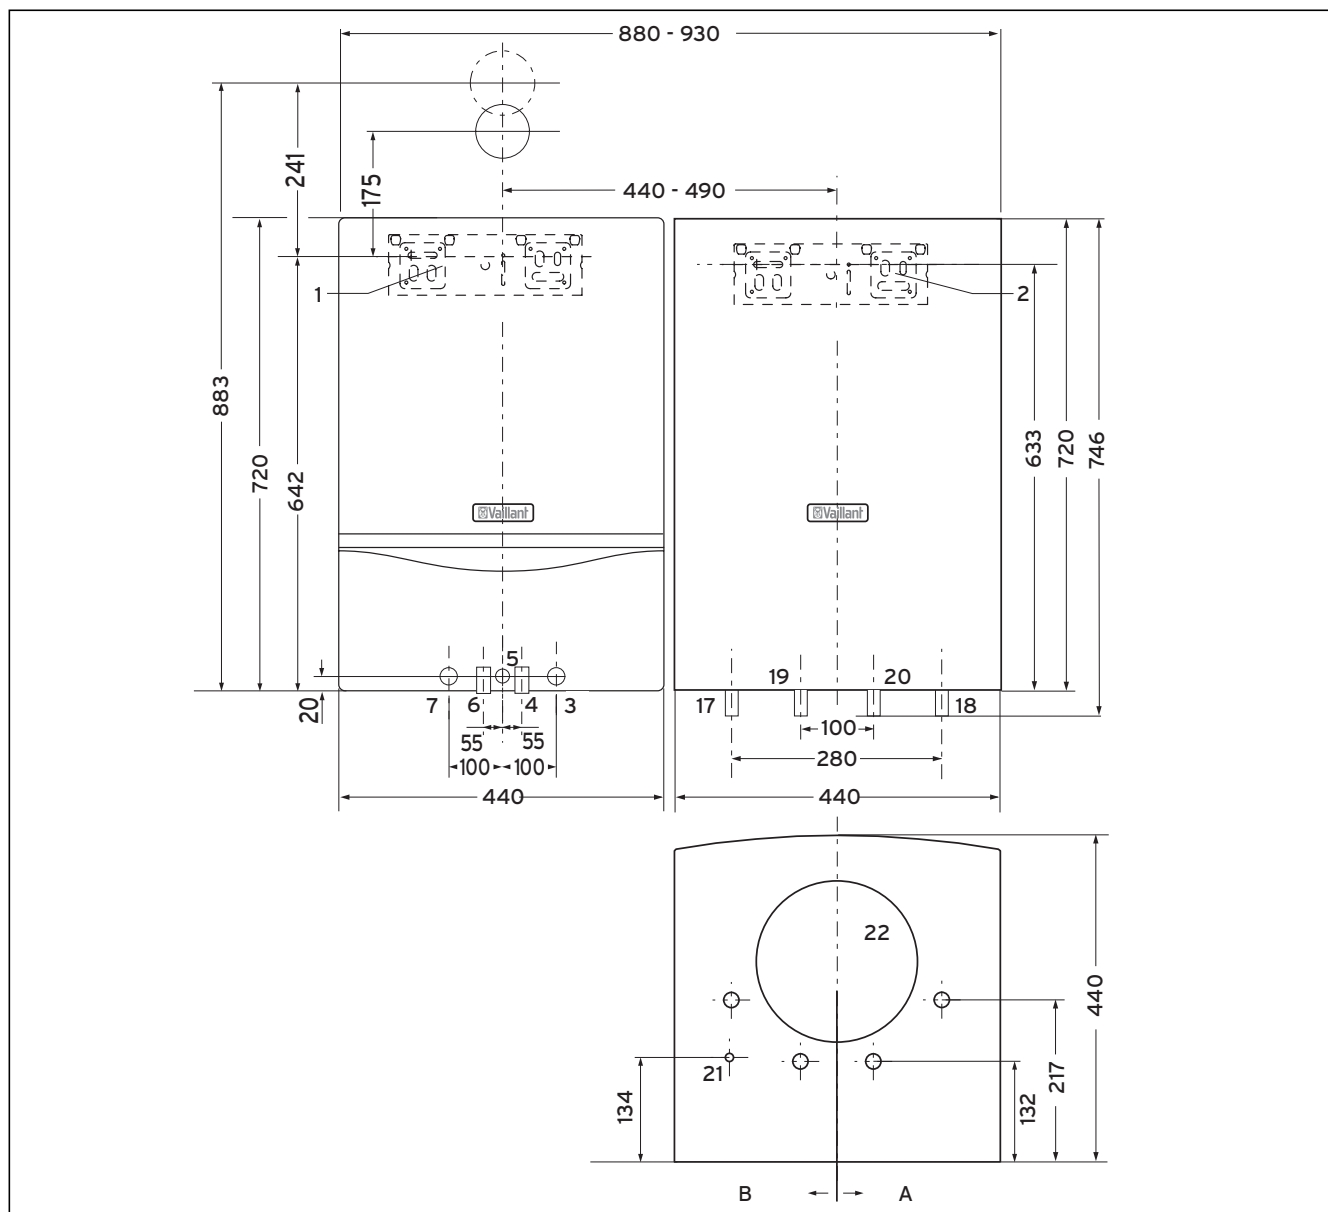

Fig. 4.2 Dimensions pour le montage à côté de l'appareil de chauffage
- Percez les trous pour le support d'appareil conformément aux indications de la figure 4.2 (bords inférieurs du ballon et de l'appareil de chauffage à la même hauteur).
- Veuillez tenir compte des côtés « eau chaude » et « eau froide » indiqués sur les fig. 4.2 et 4.3.